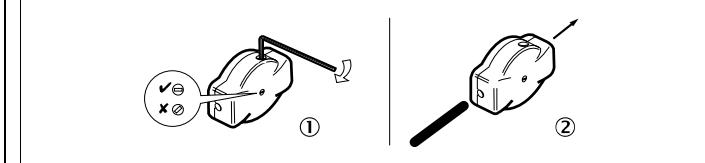

Abb. 8: Einstellen der Spannrolle
➢ Rastschraube an Spannrolle waagrecht stellen (Abb. 8, ①) und Seil durch Spannrolle hindurchziehen (Abb. 8 ②).